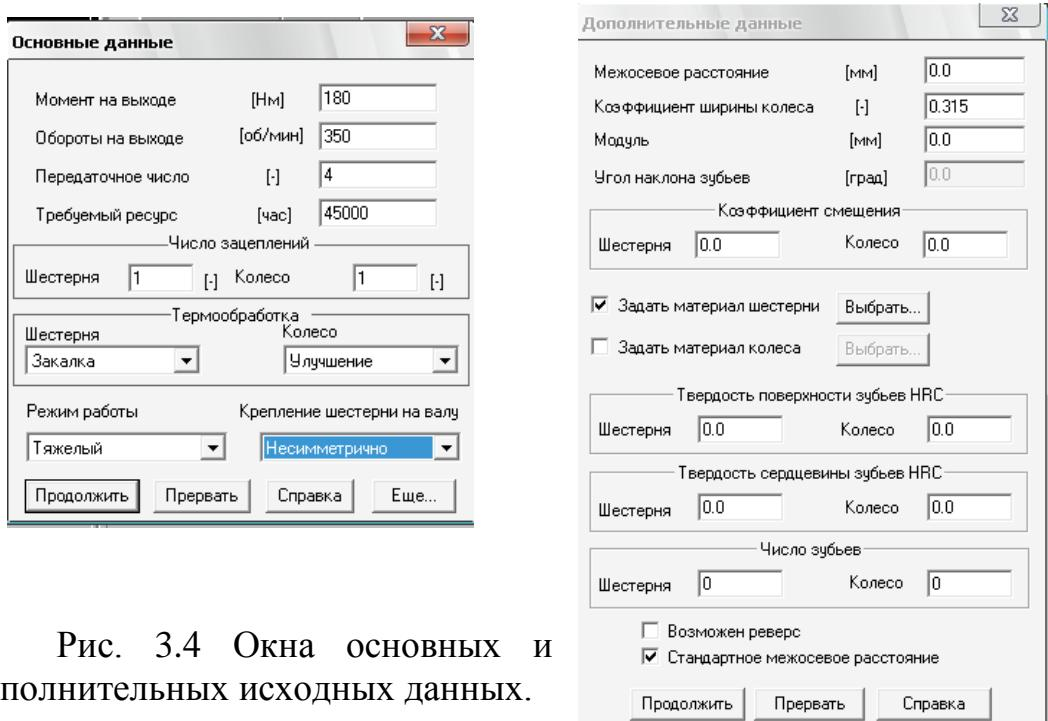

Рис. 3.4 Окна основных и дополнительных исходных данных.
3.2.5 Задать исходные данные (см.табл.3.1) в полях ввода диалогового окна «Основные данные» и «Дополнительные данные»рис. 3.4.
диалогового окна «**Дополнительные данные**» необходимые значения рис.3.4.